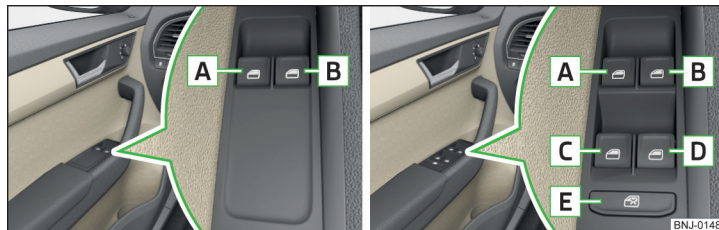

Fig. 38 Tastele macaralelor geamurilor: Varianta 1 / varianta 2
În funcție de echipare, de la tastele din portieră se pot opera geamurile din față - **Varianta 1**, respectiv geamurile din spate - **Varianta 2** » fig. 38.
La **Varianta 2** » **fig. 38** este posibil să se deschidă complet **geamul șoferului** prin apăsarea scurtă a tastei până la opritor. La o nouă apăsare, sau după tragerea tastei geamul rămâne pe loc.
La **Varianta 2** » **fig. 38** este posibil să se închidă automat complet **geamul șoferului** prin tragerea tastei până la opritor. La o nouă tragere, sau după apăsarea tastei geamul rămâne pe loc.
➤ Apăsați tasta **E** » **fig. 38**.
Când se transportă pe bancheta din spate persoane care nu sunt complet independente, de ex. copii, se recomandă să dezactivați pentru siguranță tastele din portierele din spate cu tasta **E** » **fig. 38**.
- **Varianta 1** a macaralei electrice a geamului » **fig. 38 la pagina 58 nu dispune de limitarea forței.** Geamurile trebuie închise cu atenție - pericol de accidentare!
- **Geamul pasagerului din față de la Varianta 2** a macaralei electrice a geamului » **fig. 38 la pagina 58 nu dispune de limitarea forței.** Geamul trebuie închis cu atenție - pericol de accidentare!